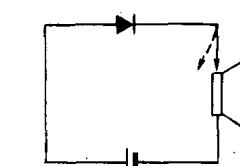

图1-10
⑤用电池和喇叭来判别二极管的正、负极：如图1-10所示，将一节电池和一个喇叭（或耳机）与被测二极管构成串联电路。然后将二极管的一端引线断续触碰喇叭，再把二极管倒头又测一次。以听到“咯咯”声较大的一次为准，与电池正极相接的那一根引线为正极，另一根为负极。